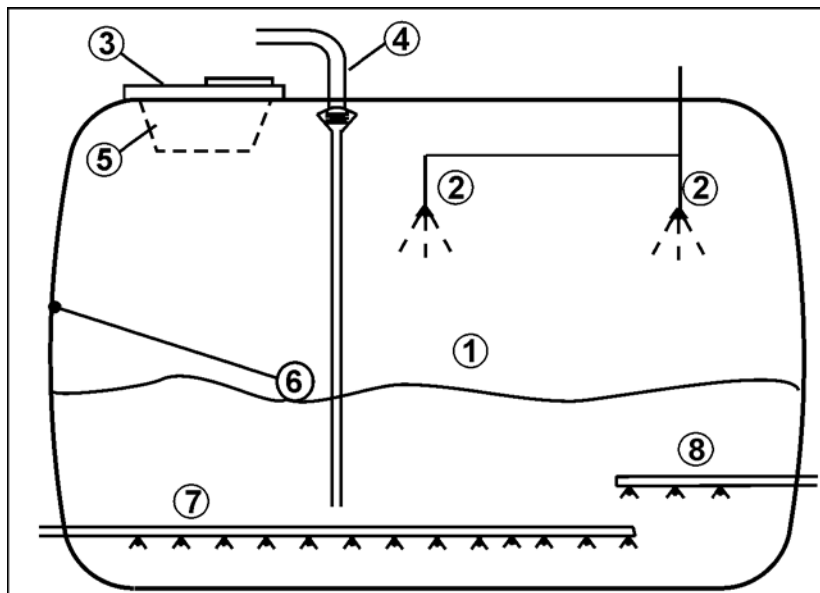

Рис. 44
1. Активизируйте блок управления *синий* трактора, пока дышло не установится в нейтральное положение (Рис. 44/1)